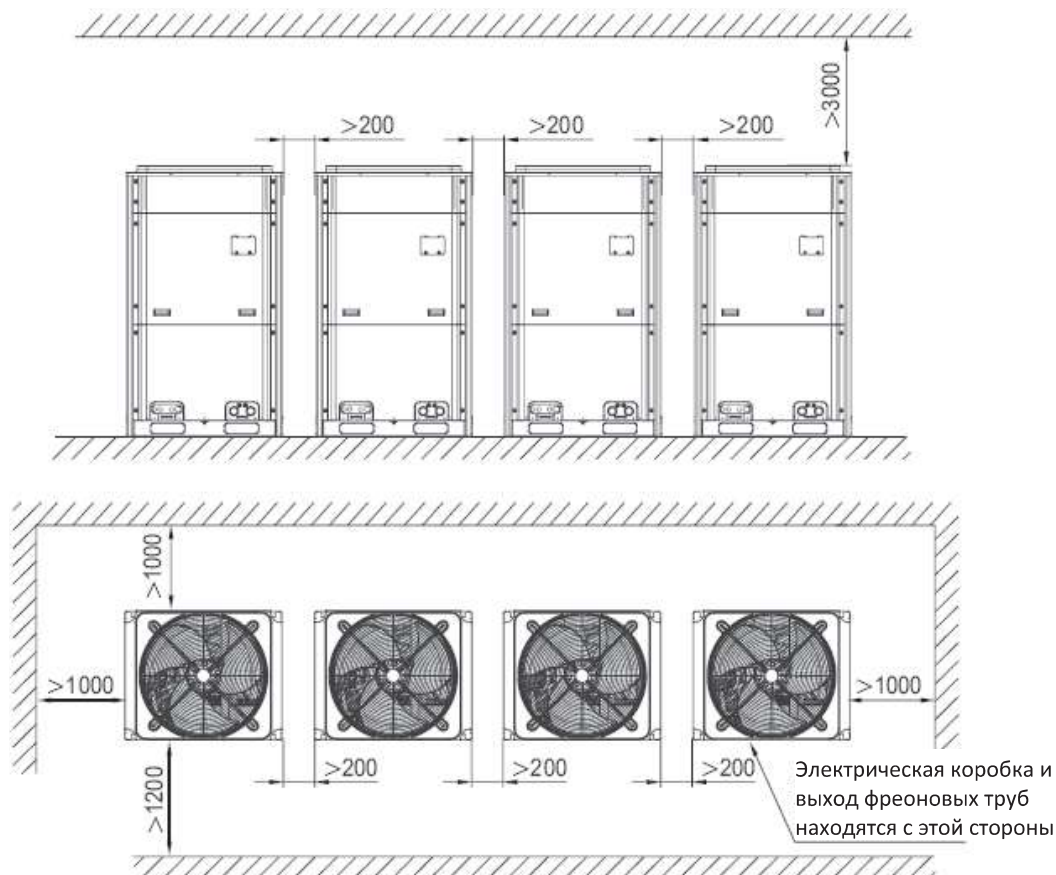

Рис. 11.4
11.1.7. Требования по размещению наружных блоков при модульной компоновке согласно рис. 11.4.